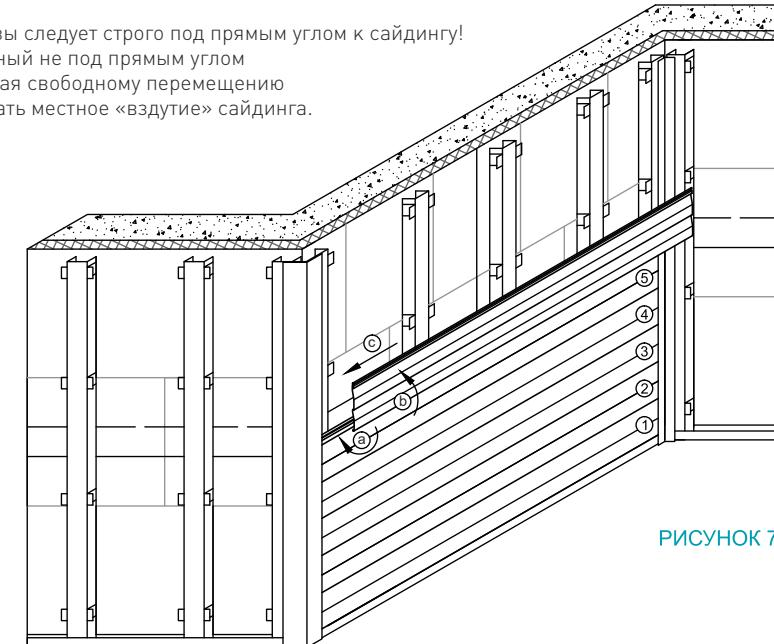

РИСУНОК 7
- Устанавливаемую панель нужно сначала соединить с нижней панелью (или со стартовой полосой) и подтолкнуть вверх до защелкивания «замка» (**рисунок 7**). После этого панель можно прикручивать. При этом ее нельзя натягивать или сильно прижимать, она должна висеть на точках крепления без напряжения, сохраняя свою естественную форму. Сильное натяжение может стать причиной неправильного соединения с другими панелями и деталями. Избегать следует как излишне плотного крепления, так и болтающихся панелей.
РИСУНОК 7а
РИСУНОК 7б
РИСУНОК 7в
РИСУНОК 7г